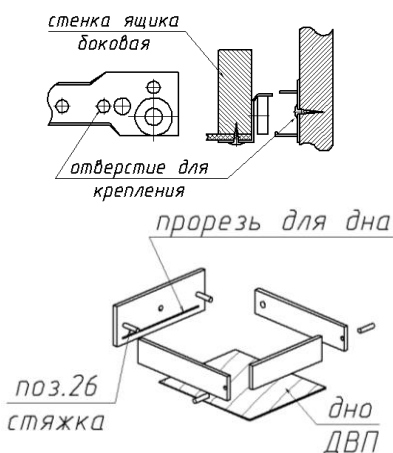

Рис.3
4. Собрать и установить ящик выдвигной по схеме (рис.3).